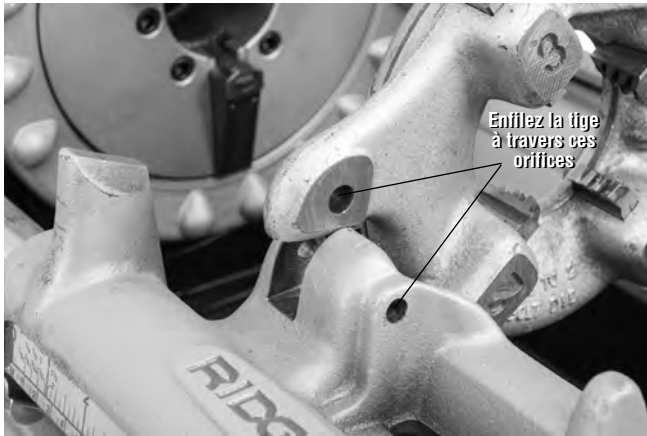

Figure 26 – Fixation de la tête de filière à gauche
3. Enfillez une tige $\varnothing \frac{5}{16}$ " de 2 pouces de long à travers l'orifice du bâti du chariot, puis celui de la tête de filière à gauche (Figure 26).